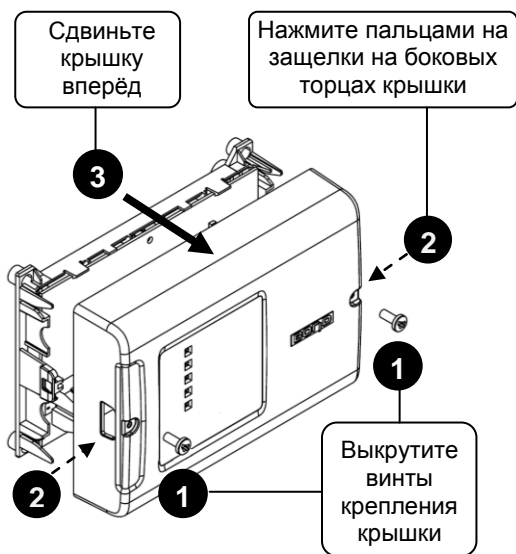

Рисунок 2. Снятие крышки блока
3.1.5 Снимите крышку блока в порядке, указанном на рис. 2.
3.1.9 Снимите крышку блока в порядке, указанном на рис. 2.
3.2.2 Снимите крышку блока в порядке, указанном на рис. 2.